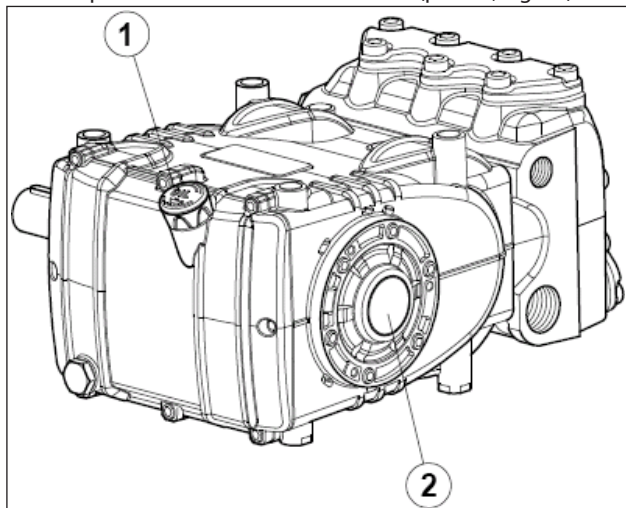

Fig. 14
5. O óleo no carter da bomba esteja no nível, verificando-o com a vareta adequada (pos. ①, Fig. 14) e, excepcionalmente com a luz do nível (pos. ②, Fig. 14).